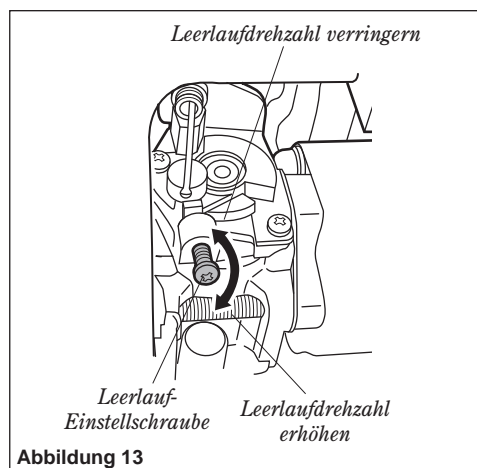

Abbildung 13
- Falls ein Drehzahlmesser zur Verfügung steht, sollte die Drehzahl auf 2.000 ( $\pm 200$ ) U/min-1 eingestellt werden. Siehe Abbildung 13.